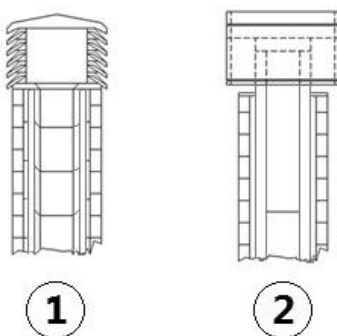

Fig. 4 - Sortie de toit
- Il est conseillé de choisir une souche de type anti vent, voir **Fig. 4**.